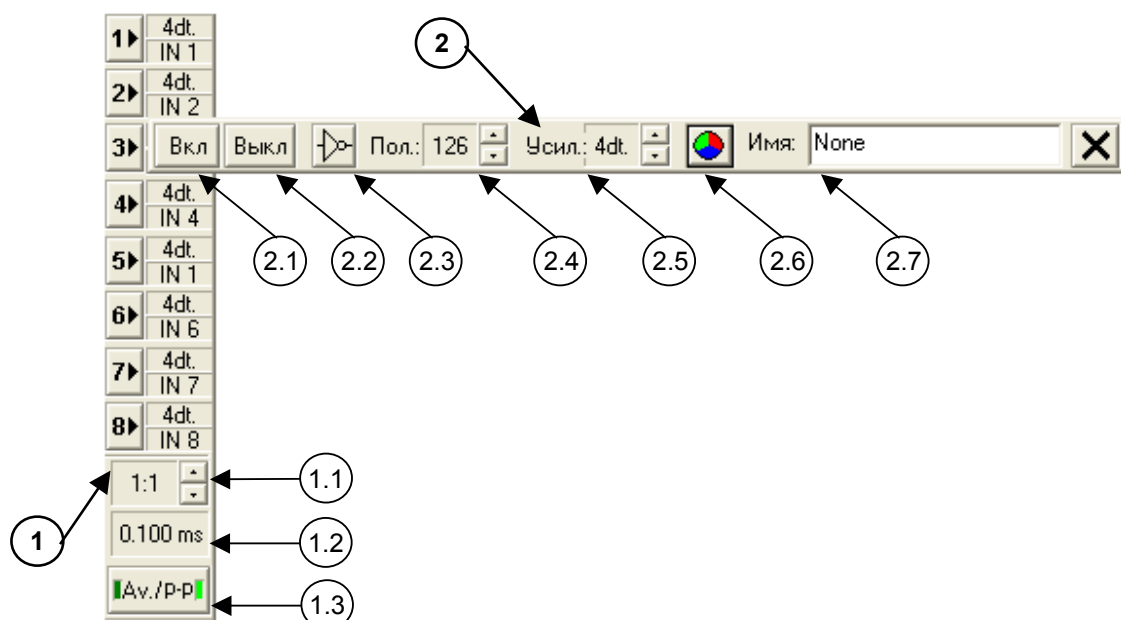
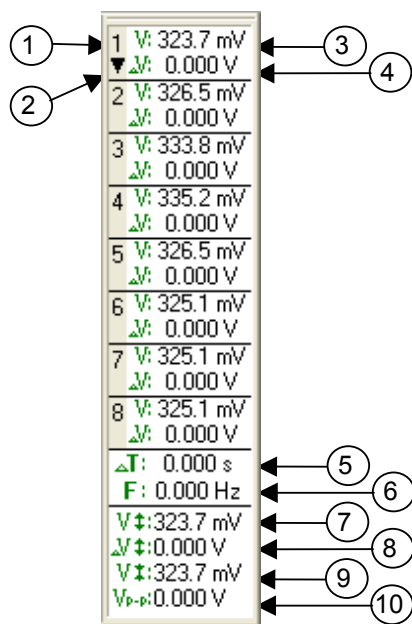
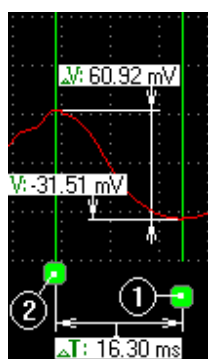

рис.7. Панель управления [1] и панель управления канала [2] в режиме просмотра бинарных файлов.
рис.8. Измерительная панель:
рис.9.
Как и в режиме осциллографа (анализатора) *управление параметрами отображения* сигналов осуществляется при помощи панели управления, расположенной в левой части экрана (по вертикали). Вид данной панели приведен на рис.7 указатель [1].
Для изменения *параметров канала* используется *панель настройки канала*. Данная панель изображена на рис.7 указатель [2].
Панель позволяет (рис.7 указатели [2.x]):
Для лучшей визуализации низкочастотного сигнала или его низкочастотной составляющей панель управления позволяет “сжать” сигнал во временном интервале. Данную функцию выполняет элемент **“Текущее сжатие”** (рис.7 указатель [1.1]). При использовании режима сжатия (значение сжатия выше 1:1) режим отображения информации изменяется элементом панели управления **режим отображения сигнала** см. рис.7 указатель [1.3]. Его функции идентичны соответствующему элементу панели управления в режиме осциллографа (анализатора) см. п.4.2.4.
Текущее значение интервала времени на деление измерительной сетки отображается элементом **“Время/дел”** см. рис.7 указатель [1.2].
Проведение измерений возможно в реальном режиме времени осциллографа (анализатора), а также при работе с записанным бинарным файлом. Программа позволяет производить измерения среднего (пикового) значений напряжения и разности напряжений, а также временного интервала и частоты. Все измерения осуществляются при помощи **измерительной панели** (см. рис.8) и **маркеров** (см. рис.9).
- 3 - текущее (среднее) напряжение осциллограммы канала 1 в точке, на которую указывает маркер 1 (см. рис.9),
- 4 - текущая (средняя) разность напряжений осциллограммы канала 1 в точках, заданных маркерами 1 и 2 (см. рис.9),
- 5 - интервал времени T между маркерами 1, 2 (см. рис.9),
Далее по направлению вниз расположен элемент, который отображает временной диапазон (T), ограниченный маркерами (1) - (2), и соответствующую ему частоту (1/T) см. рис.9.
Как показано на рис.9: напряжение определяется по маркеру (1), разность напряжений соответствует разности напряжений между точками, на которые указывают маркеры (1) и (2).
Элементы указатели [7], [8], [9], [10] рис.8 активизируются только при работе с аналоговыми данными на развертках в диапазоне от 20 мс/дел. до 1 с/дел. в режиме осциллографа или при использовании опции сжатия (сжатие > 1:1 см. рис.7 указатель [1.1]) в режиме просмотра бинарного файла. Эти элементы отображают информацию только по “выбранному” каналу. Он помечается (стрелкой вниз) в левой части прямоугольника, отображающего его средние значения (см. рис.8 указатель [2]).
Для изменения номера канала необходимо переместить курсор мыши на номер устанавливаемого канала (см. рис.8 указатель [1]) и нажать левую клавишу мыши.